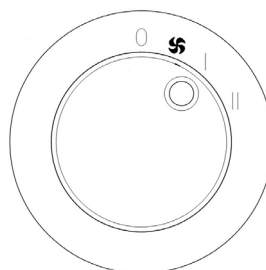

fig. 4
- Zur Aktivierung der Funktion MINDESTLEISTUNG drehen Sie den Knopf "B" (Abb. 1) so, dass der Bezug "I" mit dem Symbol "I" auf der Bedienkonsole (Abb. 4) zentriert ist.
- Para activar la función POTENCIA MÍNIMA, gire la manija "B" (fig. 1) de tal forma que la referencia "I" quede alineada con el símbolo "I", presente en el panel de mandos (fig. 4).